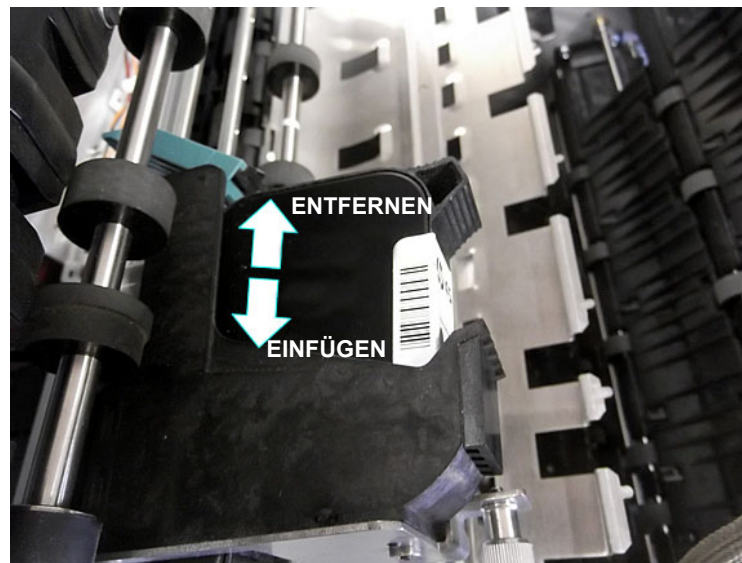

Abbildung 5-8: Herausnehmen/Einsetzen der Druckerpatrone
7. Sobald der Hebel aus dem Weg ist, kann die Druckerpatrone aus der Baugruppe entfernt werden, indem sie zur Rückseite des Geräts gezogen wird (siehe Abbildung 5-8).
8. Setzen Sie eine neue Kartusche in der in Abbildung 5-8 gezeigten Richtung ein.